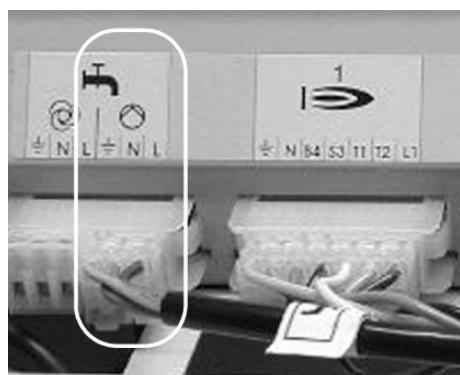

Fig. 16
- De kabel van de primaire laadpomp aan de 3-polige stekker van de klemmenblok van de ketel in de positie "ⓐ①" aansluiten (zie fig. 16)
- Raccorder le câble de la pompe de charge primaire au connecteur 3 pts sur le bornier de la chaudière à l'emplacement "ⓐ①" (voir fig. 16).